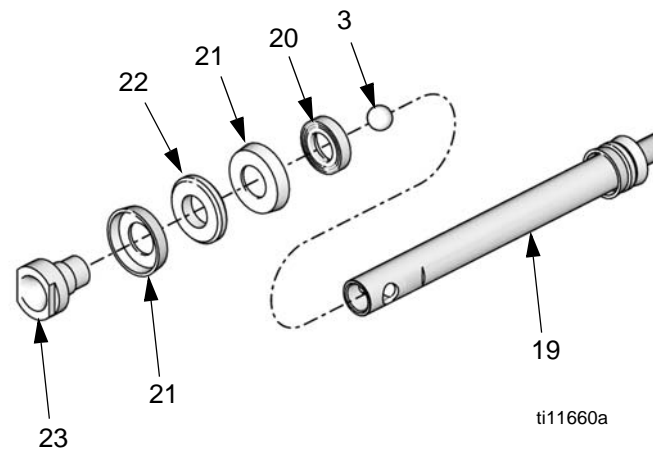

FIG. 17
3. Lubrifiez les joints du piston (21) et le coussinet (22) avec la graisse à base lithium n° 2. Installez un joint de piston (21) en orientant les lèvres vers le bas, le coussinet (22) et le deuxième joint de piston (21) en orientant les lèvres vers le haut sur le piston (23). Installez la rondelle de secours (20) en orientant les rainures vers le bas. Référez-vous à la FIG. 17 page 18.
4. Placez la bille (3) sur le dessus du corps du piston (23) et vissez ensemble le corps du piston et la tige de piston de fluide (19). Serrez à un couple de 41-48 N•m (30-35 pi-lb). Vissez le boîtier de la vanne du piston (29) sur la tige de connexion inférieure (19). Référez-vous à la FIG. 17 page 18.
5. Installez le joint (51), en orientant les lèvres vers le bas, dans le châssis du bas de pompe (36) puis installez le coussinet (31).